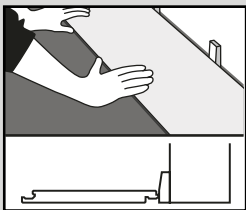

Fig. 1
1. Comience con un tablón/baldosa completo a lo largo de la pared y calcule cuántos habrá a lo ancho hasta el otro extremo de la sala. Si va a haber una fila de tablon/baldosas estrechas a lo largo de la pared opuesta, corte la primera fila. Instale el producto con el lado de la lengüeta/del corte hacia la pared. Coloque separadores de 5 mm entre el tablón/baldosa y la pared (fig. 1).